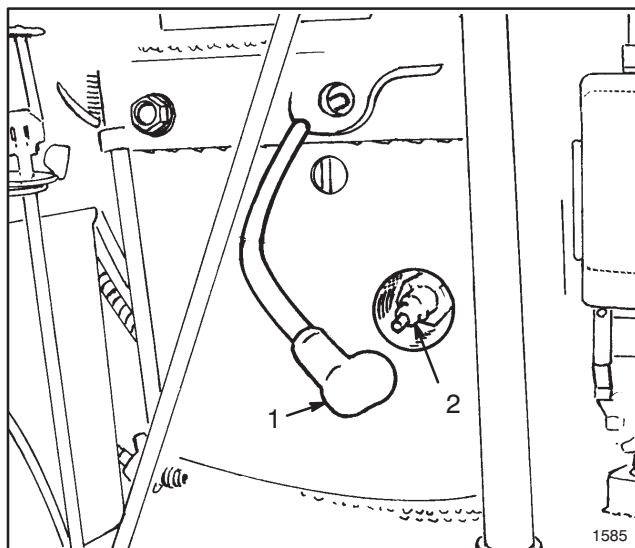

Figure 7
Afin d'éviter tout démarrage accidentel du moteur au cours de l'entretien, couper le moteur, enlever la clé de contact, et débrancher le fil de la bougie d'allumage (Fig. 7). S'assurer que le fil ne risque pas de toucher la bougie accidentellement.
2. Arrêter le moteur et débrancher le fil de la bougie (Fig. 7).